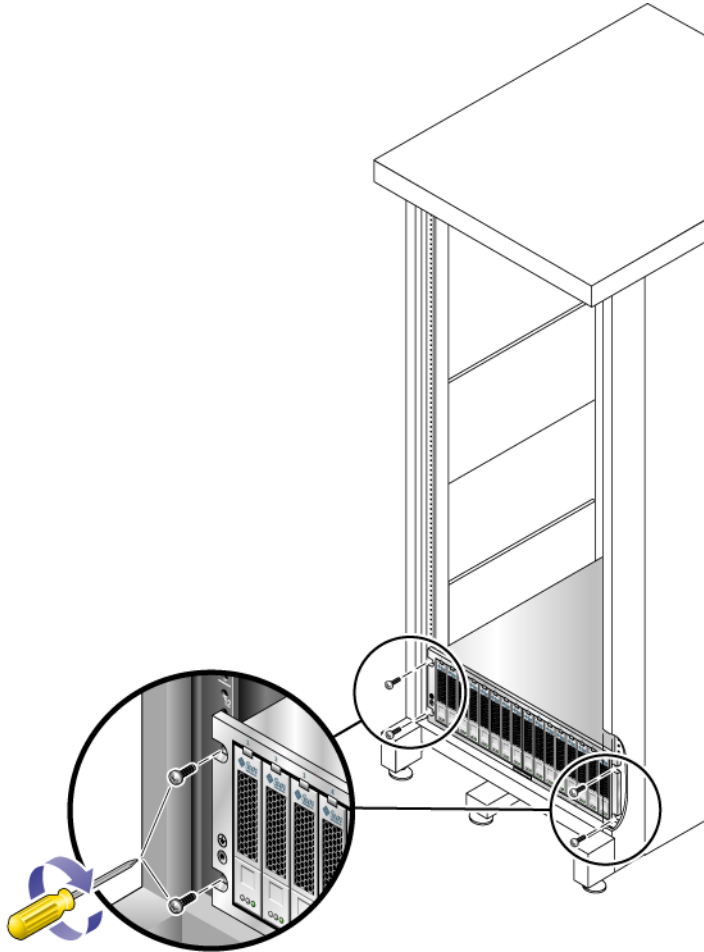

FIGURA 2-9 Fijación de la unidad al frontal de un armario Sun Rack 900/1000
3. Utilice el destornillador Phillips del 3 para introducir y apretar cuatro tornillos M6 (dos a cada lado) a fin de fijar la bandeja al frontal del armario (FIGURA 2-9).